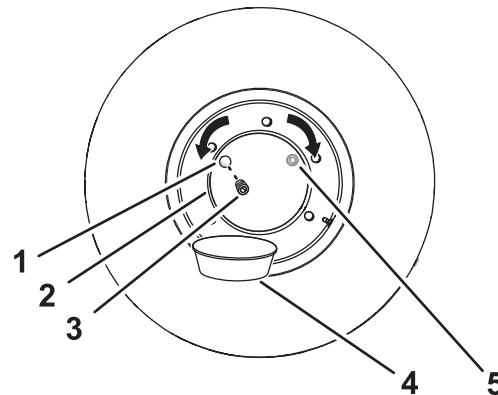

Рисунок 93
2. Переместите машину вперед или назад так, чтобы пробка ступицы колеса находилась в положении «10 часов» или «2 часа» (Рисунок 93).
- Подставьте сливной поддон под сливное отверстие ступицы колеса (Рисунок 93).
- Отверните пробку ступицы колеса (Рисунок 93).
- Убедитесь, что масло находится на уровне нижней части резьбы маслозаливного отверстия (Рисунок 93).
- Заверните пробку в маслозаливное отверстие ступицы колеса (Рисунок 93).
- Переместите машину вперед или назад так, чтобы пробка маслозаливного отверстия ступицы колеса оказалась в положении «12 часов»; см. Рисунок 93 в разделе Проверка уровня масла в ступицах колес \(страница 76\).